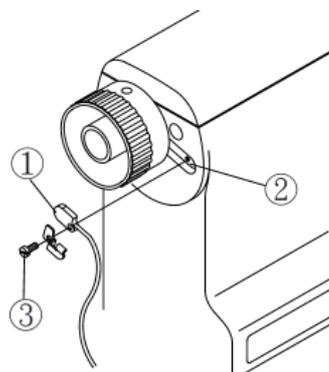

Fig. 8
1. Вставьте скрытый синхронизатор в длинную канавку на голове машины, а затем надежно затяните его винтом (2) (рис. 8).
U – без вышивки крестом на лицевой стороне (рис.8)